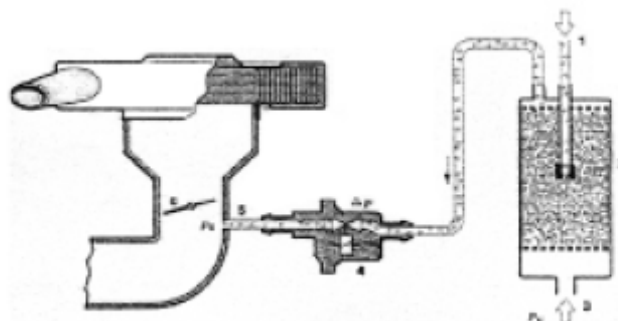

Рис. 56
2. Клапан вентиляции топливного бака (TEV) (см. Рис. 56).